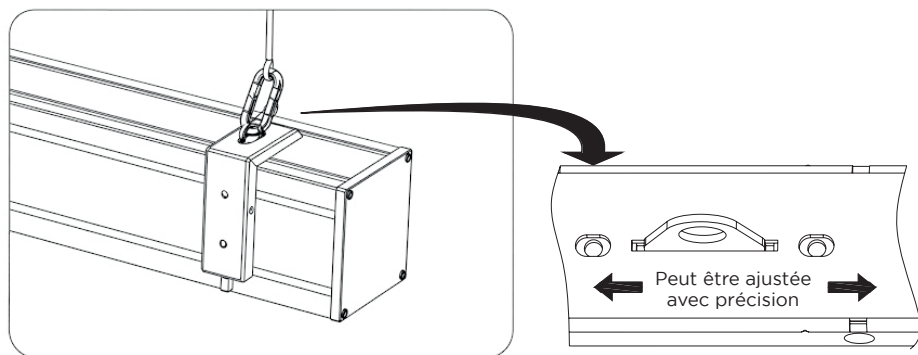

Figure 18
4. Une fois les étapes 2 et 3 terminées, vérifiez que le support mural est bien fixé au boîtier de la toile avant d'accrocher la toile. Accrochez la toile aux mousquetons comme indiqué dans la figure 18.